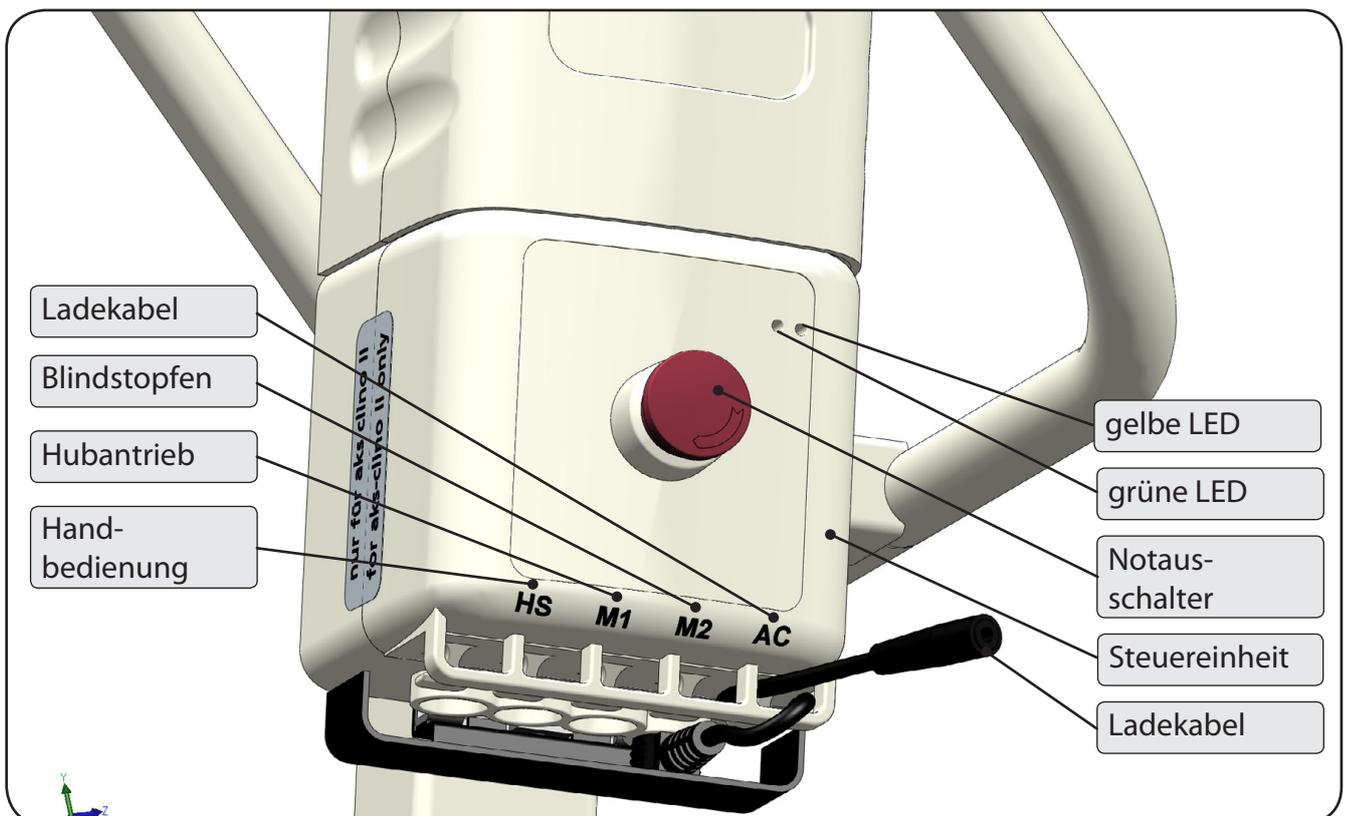

Abbildung 13
- Überprüfen Sie die Steckverbindungen an der Steuereinheit (Abbildung 13):
- Entriegeln Sie den Notausschalter (Abbildung 13), falls er gedrückt ist, durch Verdrehen im Uhrzeigersinn.